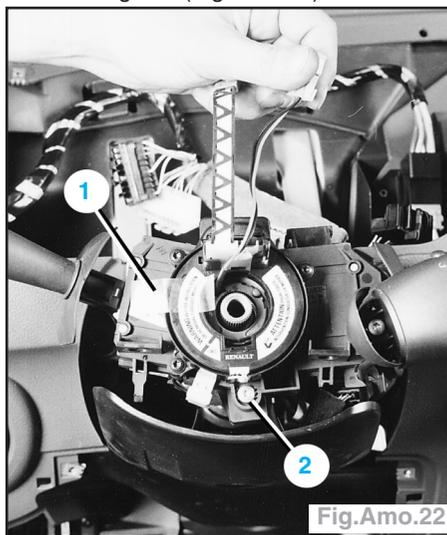

Fig.Amo.22
- Immobiliser le contacteur tournant dans sa position initiale avec un ruban adhésif (1) et déposer la vis de fixation (2) du support de commande d'éclairage et d'essuie-glace (Fig.Amo.22).